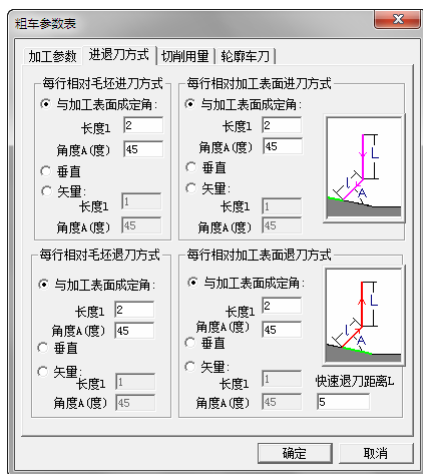

图 4-29 粗车外圆进退刀方式参数设定
2) 单击“进退刀方式”选项卡,设置具体参数。每行相对毛坯进刀方式:与加工表面成定角,长度 $l=2$,角度 $A=45$;每行相对加工表面进刀方式:与加工表面成定角,长度 $l=2$,角度 $A=45$;每行相对毛坯退刀方式:与加工表面成定角,长度 $l=2$,角度 $A=45$;每行相对加工表面退刀方式:与加工表面成定角,长度 $l=2$,角度 $A=45$;快速退刀距离 $L=5$ 。设置结果如图 4-29 所示。